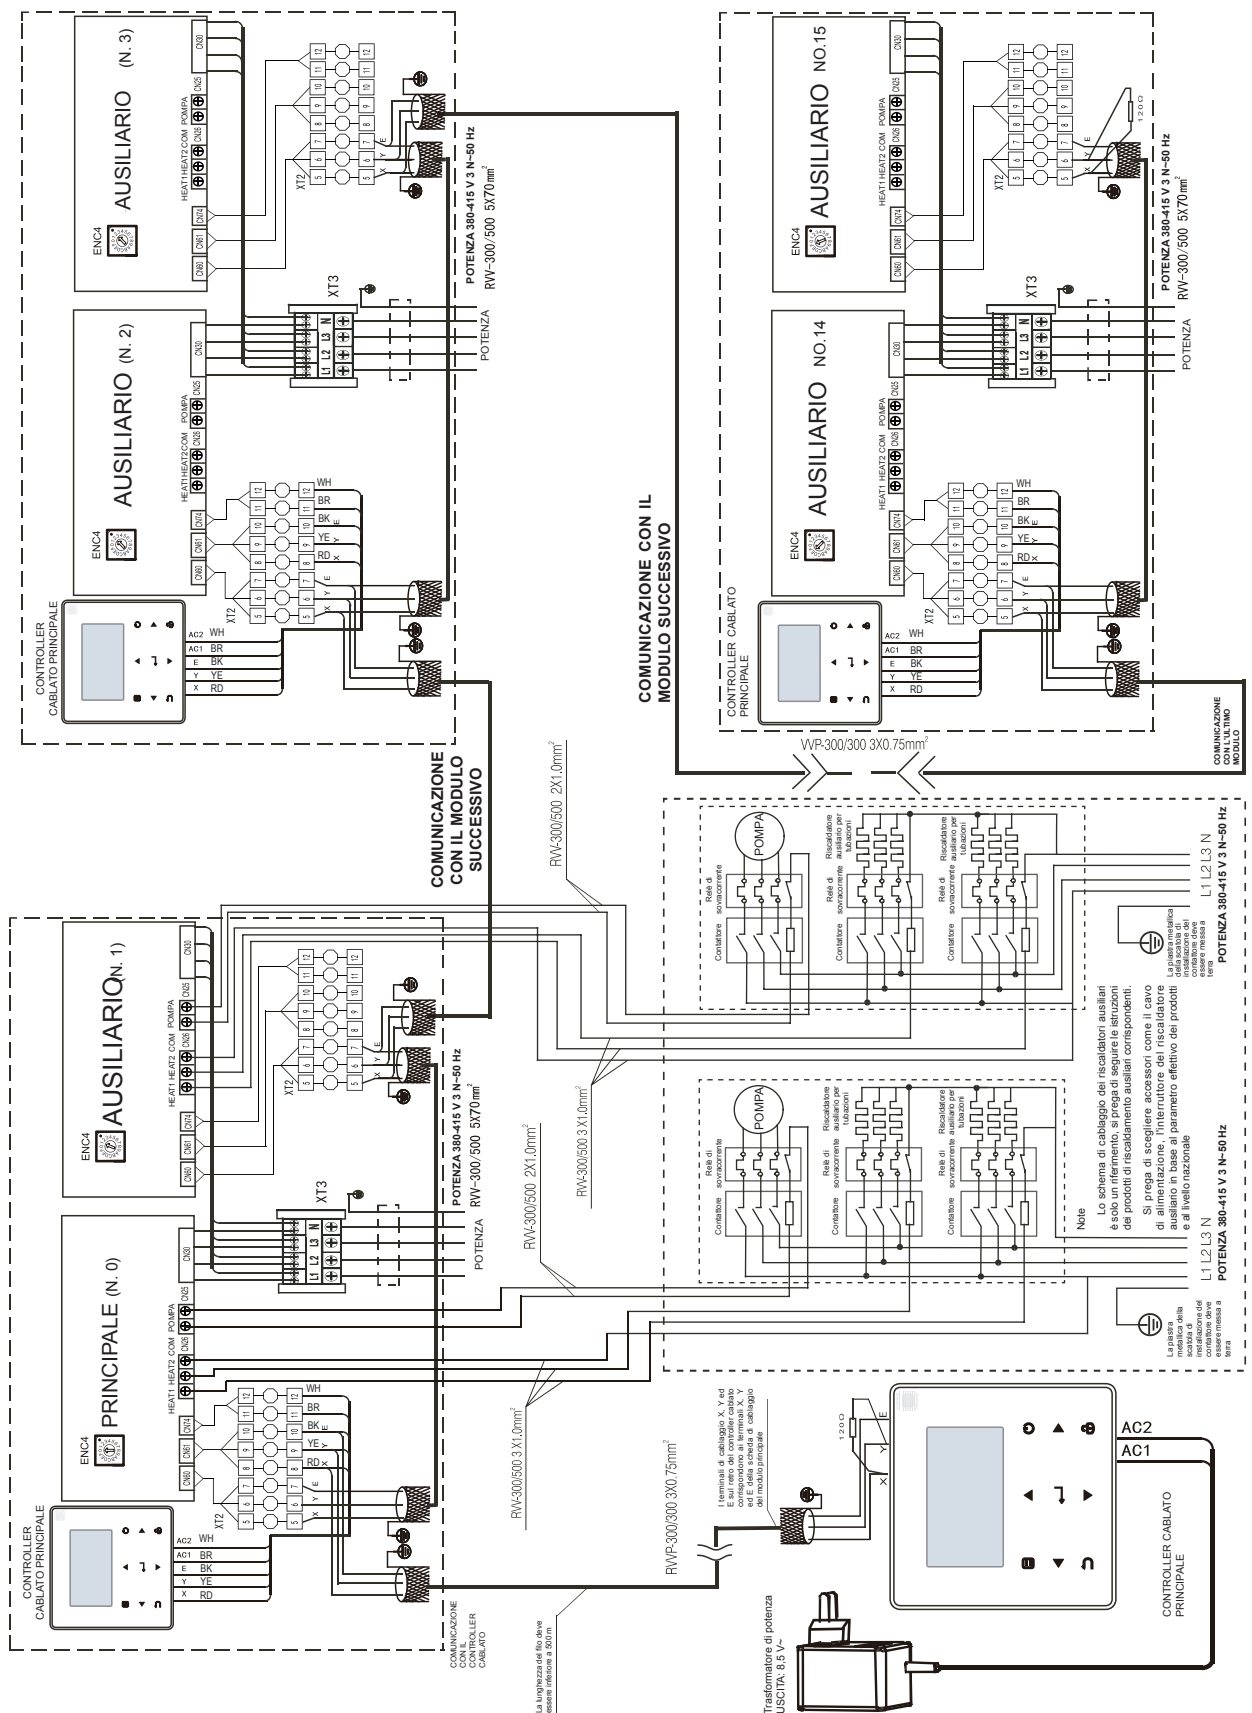

Fig. 8-28 Schema di comunicazione di rete tra unità principale e unità ausiliaria per KEM-180 DRS5 KH
- c) La tubazione di ingresso dell'evaporatore deve essere dotata di un regolatore di flusso di portata, per realizzare una protezione contro le interruzioni di flusso dell'unità. Entrambe le estremità del regolatore di flusso di portata devono essere alimentate con sezioni di tubo rettilineo orizzontale di diametro pari a 5 volte quello del tubo di ingresso. Il regolatore di flusso di portata deve essere installato in stretta conformità con la "Guida all'installazione e alla regolazione del regolatore di flusso di portata" (Fig. 8-28, 8-29). I fili del controllore di flusso di portata devono essere condotti all'armadio elettrico attraverso un cavo schermato (per i dettagli, vedere lo schema del controllo elettrico). La pressione di esercizio del regolatore di flusso di portata è di 1,0 MPa e la sua interfaccia ha un diametro di 1 pollice. Dopo l'installazione delle tubazioni, il regolatore di flusso di portata verrà impostato correttamente in base al flusso d'acqua nominale dell'unità.